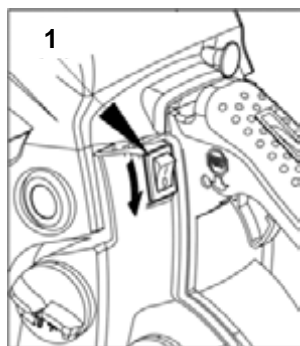

Рис. 13
2. Переведите выключатель двигателя в положение «O — выключить» (рис. 13 поз. 1).